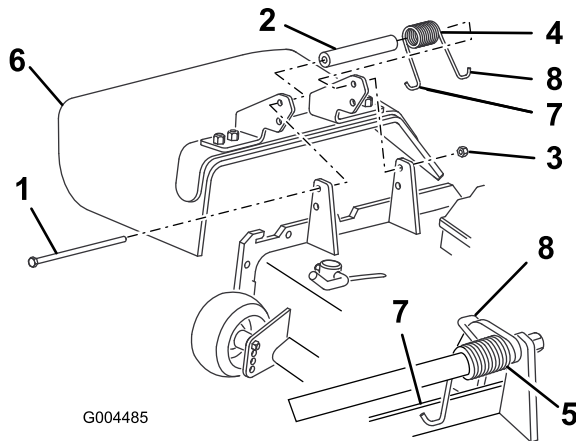

Figura 25
2. Retire la contratuerca, el perno, el muelle y el espaciador que sujetan el deflector a los soportes de pivote (Figura 25). Retire el deflector de hierba dañado o desgastado.
4. Instale el perno y la tuerca. Coloque el extremo derecho en J del muelle alrededor del deflector de hierba (Figura 25).
3. Coloque el espaciador y el muelle entre los soportes del deflector de hierba nuevo (Figura 25). Coloque el gancho en J del extremo izquierdo del muelle detrás del reborde del cortacésped.
Nota: Asegúrese de colocar el gancho en J del extremo izquierdo del muelle detrás del reborde del cortacésped antes de instalar el perno, según se muestra en Figura 25.